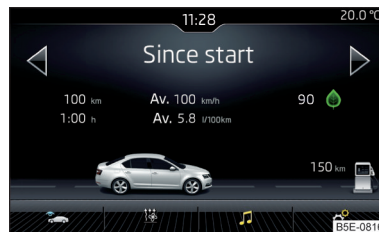

Fig. 236
- Pulsar la tecla/el campo de sensor → , se visualiza el menú principal con las siguientes superficies funcionales » fig. 236.